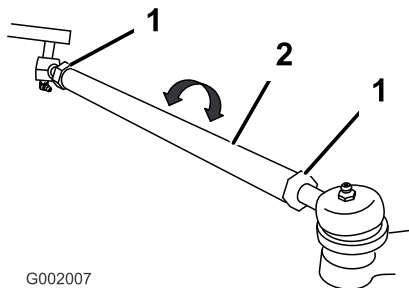

Figure 61
5. Si les mesures sont hors spécifications, desserrez les écrous de blocage aux deux extrémités des biellettes (Figure 61).